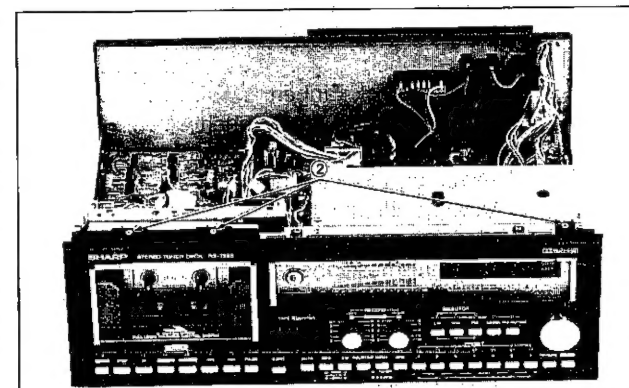

Abbildung 3-4
- ② Die drei (3) Schrauben der oberen Oberfläche der Frontplatte entfernen. (Siehe Abbildung 3-4)